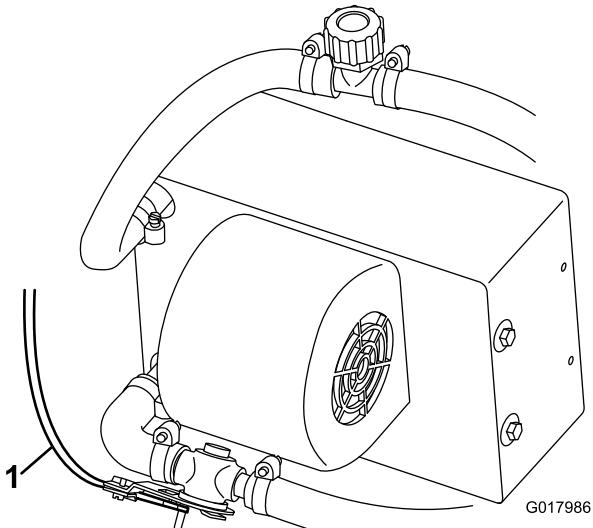

Bild 6
8. Verlegen Sie den Heizungsbowdenzug zum Heizungsventil und schließen ihn an (Bild 6).